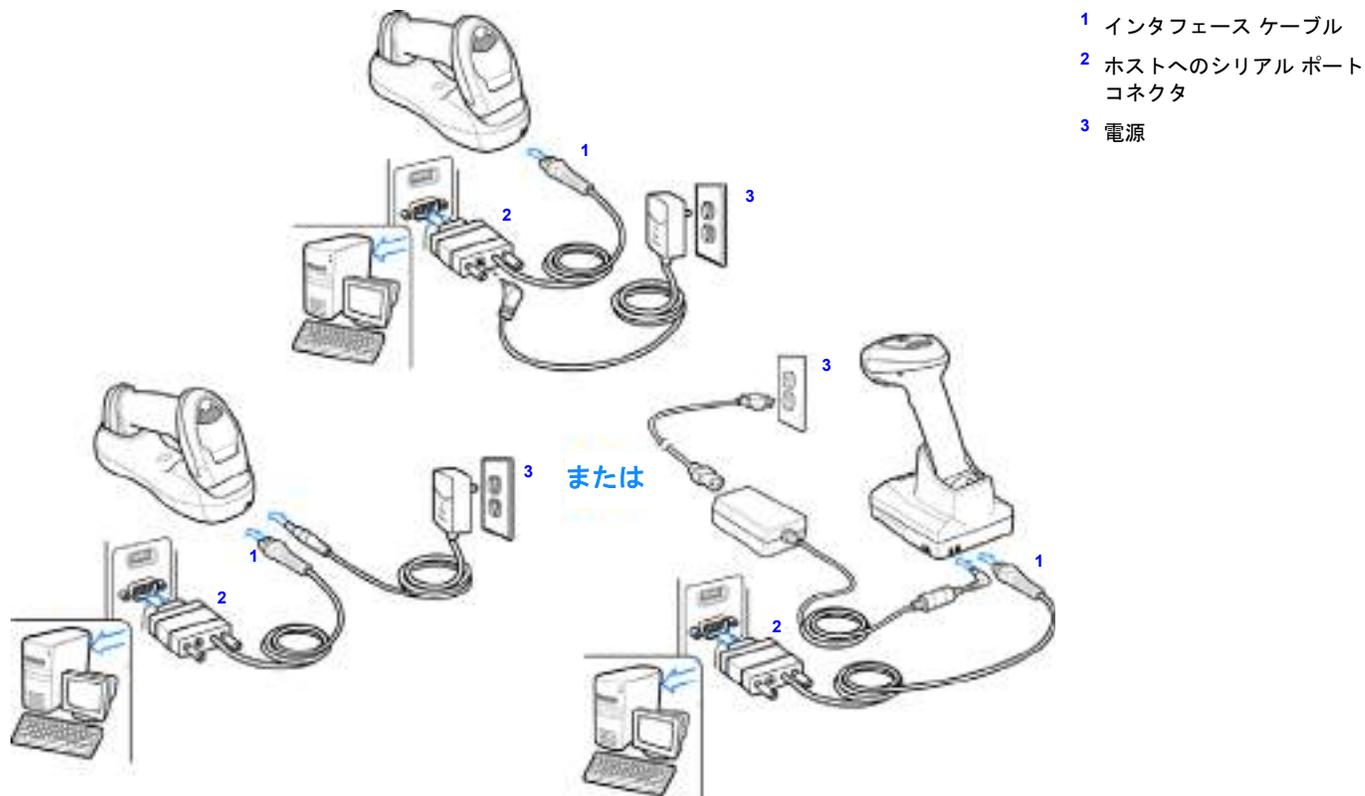

図 7-1 RS-232 直接接続
- ✓ **注** 必要なインタフェース ケーブルは、設定によって異なります。図 7-1 のイラストに示したコネクタは、あくまでも例です。実際には、別のコネクタが使用される場合もありますが、クレードルの接続手順は同じです。